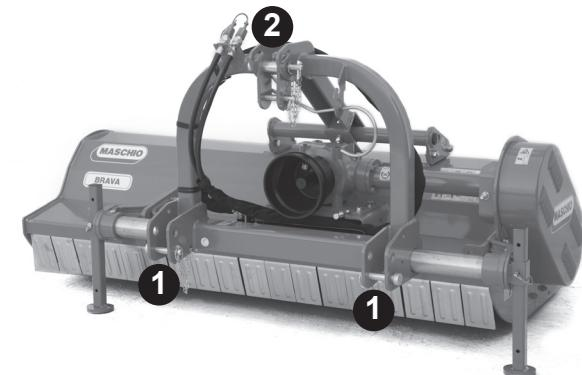
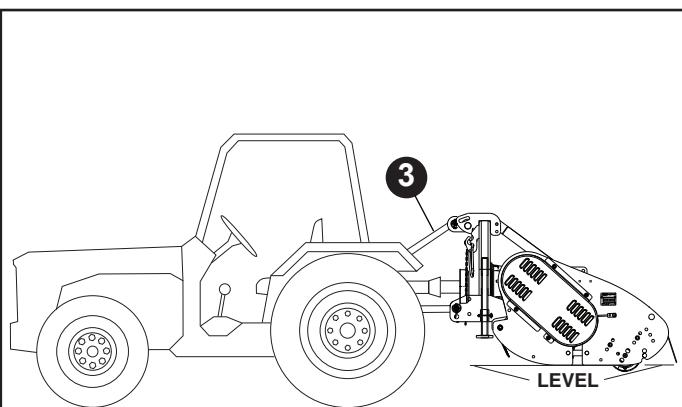

fig.11
fig.12
- 1) Enganchar las barras del elevador en los pernos predisuestos (1, fig.11). Bloquear con el pasador de muelle.
- 2) Conectar el tercer punto superior (2, fig.11); la clavija tiene que bloquearse con el respectivo pasador; a través del tensor de regulación (3, fig.12) tratar que la máquina se encuentre en posición perpendicular al terreno (fig.12).
Los símbolos tienen el siguiente significado (para referencia, véase la Fig. 12):